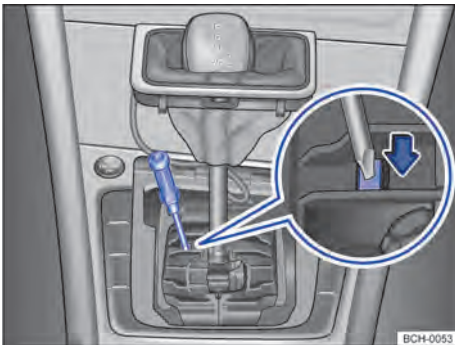

Fig. 94 Desmontar la cubierta de la palanca selector y desbloquear el bloqueo de la palanca selector de emergencia.
- Con ayuda de un destornillador, presionar cuidadosamente la palanca de desbloqueo en el sentido de la flecha y mantenerla en esa posición → fig. 94.